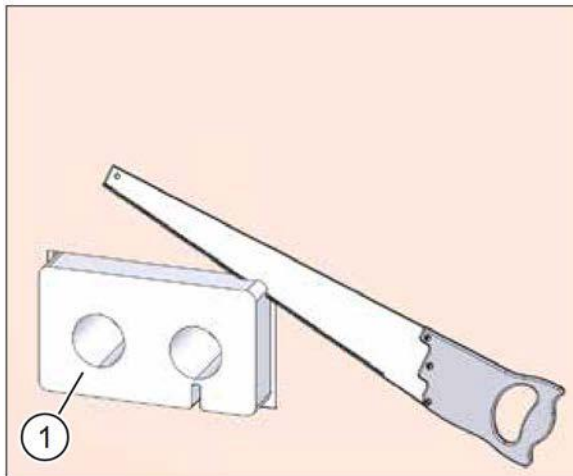
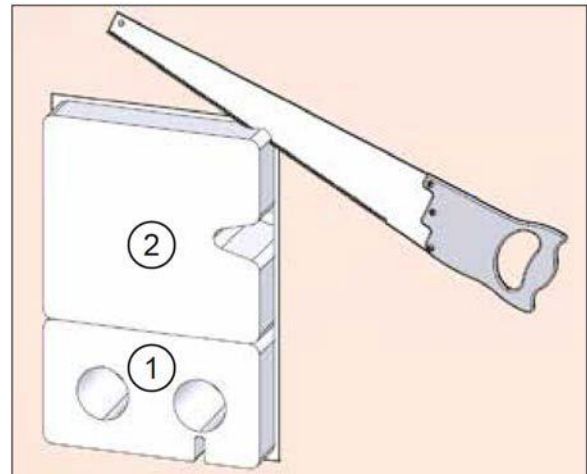

Рис. 23: откорректировать размер монтажной коробки без вставки-заполнителя
Рис. 24: откорректировать размер монтажной коробки со вставкой-заполнителем
- ▶ Используя пилу для пенопласта, обрежьте выступающий край монтажной коробки (поз. 1 на рис. 23 и на рис. 24) и, при необходимости, вставку-заполнитель (поз. 2 на рис. 24), таким образом, чтобы они были вровень с капитальной стеной или ранее установленной изоляцией.